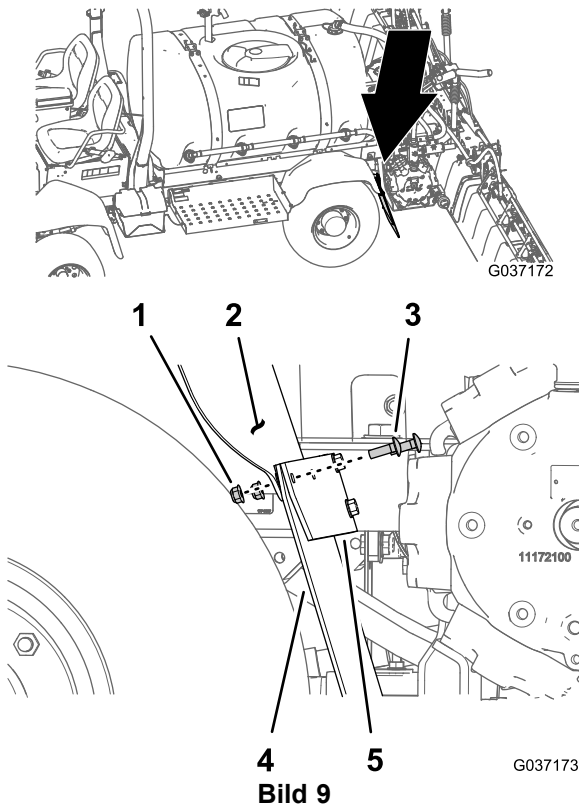

Bild 9
1. Lösen Sie die beiden Schlossschrauben (5/16" x 1") und die beiden Sicherungsbundmuttern (5/16"), mit denen der Kotflügel und der Schmutzfänger an der Kotflügelhalterung befestigt sind (Bild 9).
2. Richten Sie die Bohrungen in der Halterung für das Ablassventil, der Kotflügelhalterung, Schmutzfänger und dem Kotflügel aus (Bild 9).